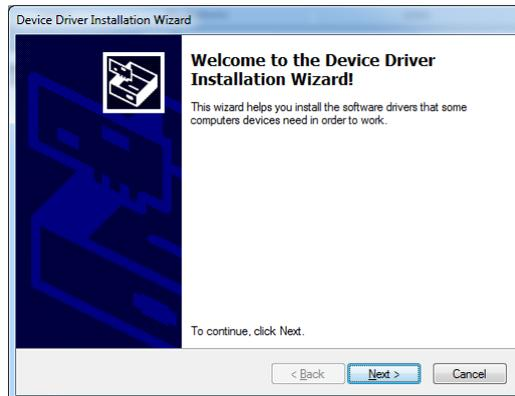

Figure 15: Ecran de l'assistant d'installation
8. L'assistant d'installation du pilote apparaît durant le processus d'installation comme sur la **figure 15**. Cliquez sur le bouton « Next » afin de lancer le pilote d'installation.